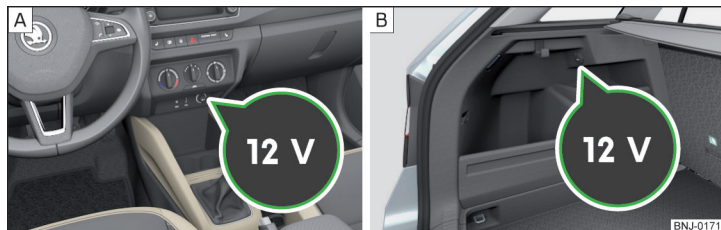

Fig. 73 Coperchio della presa da 12 Volt: nella parte centrale della plancia / nel bagagliaio
- Per l'uso togliere il coperchio della presa » fig. 73 - o aprire il coperchio della presa » fig. 73 - .